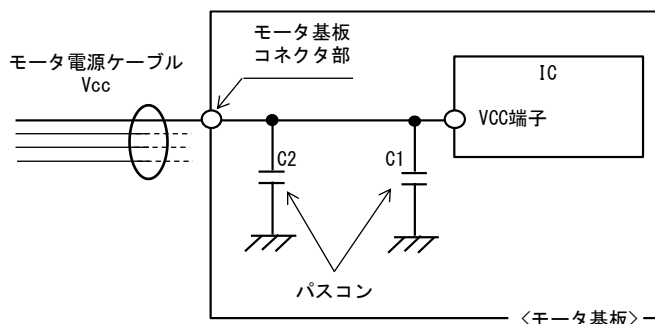

図 5.6.1 サージ電圧保護素子設置 (例)
- ・対策 ①IC 端子に近接してパスコン C1 を配置してください。パスコンには、セラミックコンデンサ等の周波数特性の良いものを選択してください。容量の目安は約 1 μ F です。
②図 5.6.1 のように、モータ基板コネクタ部に近接してパスコン C2 等のサージ吸収素子を配置するとより有効です。